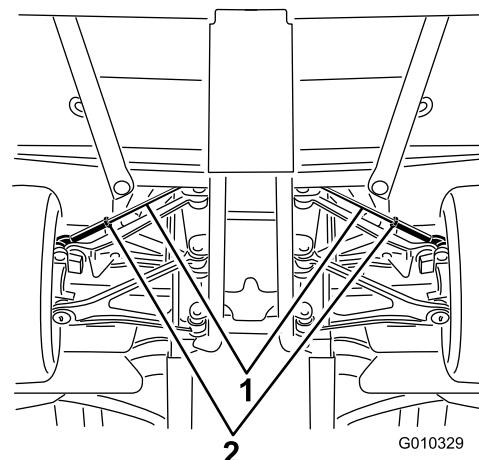

Bild 60
- A. Lösen Sie die Klemmmutter in der Mitte der Zugstange (Bild 60).